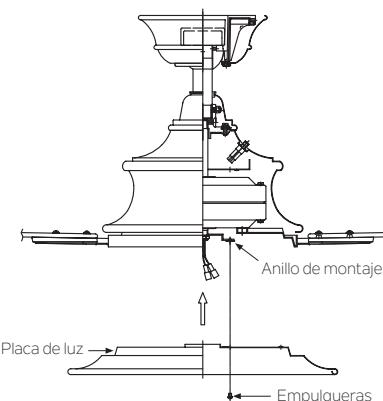

Fig. 17
**Paso 1.** Afloje los dos tornillos en el anillo de montaje unido al eje del motor y "retire" y guarde el tercer tornillo. (Fig. 17)